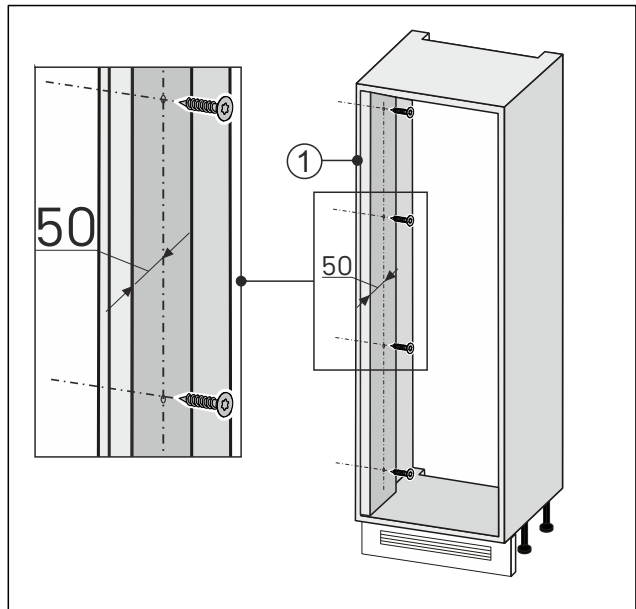

Fig. 87
- Wandausgleich an der Türöffnungsseite Fig. 87 (1) mit der Möbelschleife verschrauben.